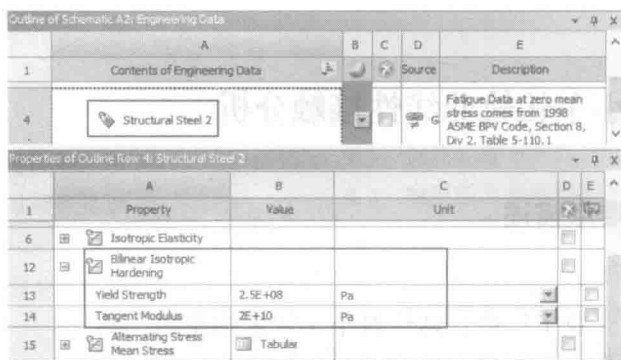

图 1-3 创建材料
(3) 在左侧单击【Plasticity】展开，双击【Bilinear Isotropic Hardening】→【Properties of Outline Row 4: Structural Steel2】→【Bilinear Isotropic Hardening】，设置【Yield Strength】= $2.5E+08\text{Pa}$ ，【Tangent Modulus】= $2E+10\text{Pa}$ ，其他默认，如图 1-3 所示。